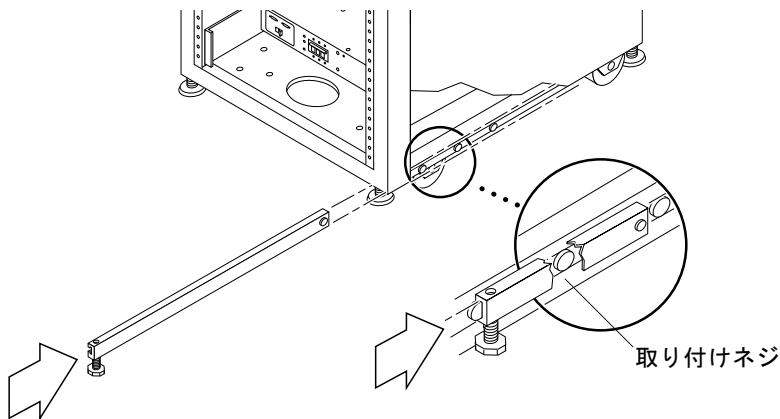

図 3-3 右安定脚の取り付け
2. 拡張キャビネット下部の 3 個の取り付けネジを被うようにして右安定脚を滑り込ませます (図 3-3)。